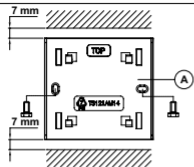

Fig 3.
- b. ściany za pomocą dostarczonych wkrętów i kołków (rys. 3);